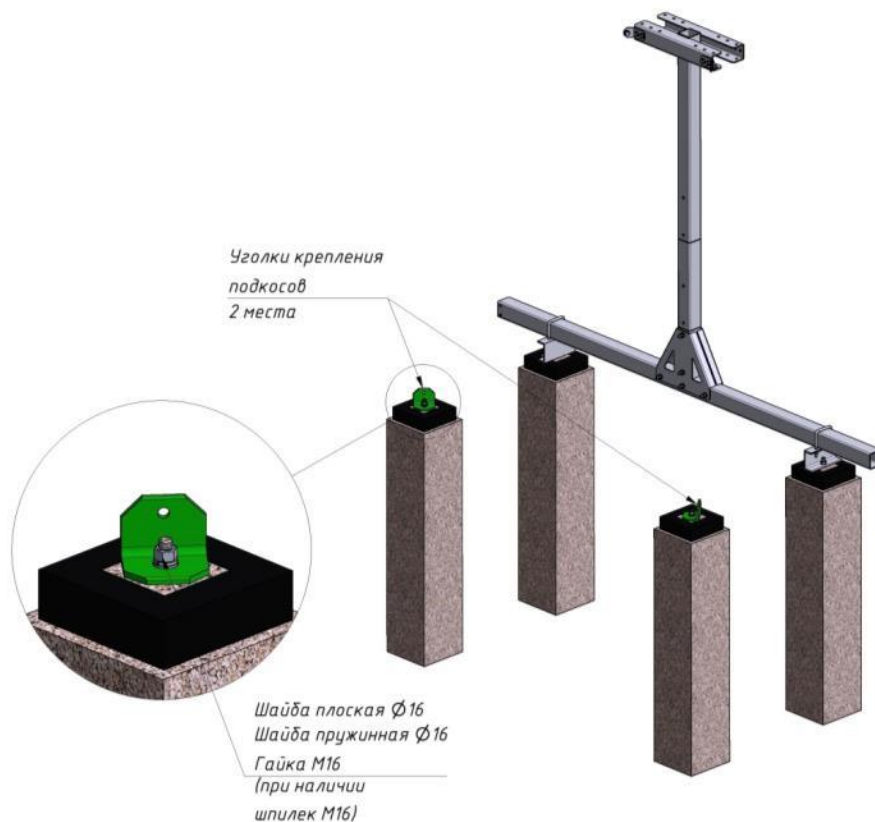

Рис.5.62. Установка уголков для крепления подкосов
- временно зафиксируйте опорные кронштейны на оголовках двух оставшихся свай в местах, показанных на **рис.5.62** (без затяжки резьбовых соединений);